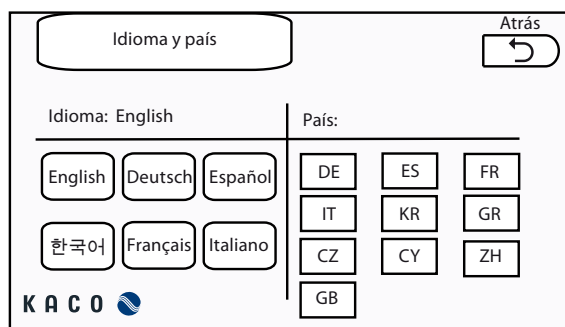

Figura 37: Pantalla "Idioma y país"
- » En la MMI, se abre la pantalla "Idioma y país" (Figura 37).